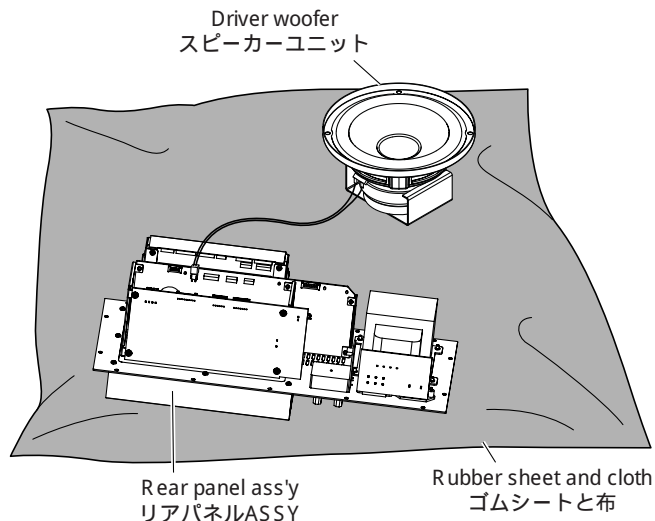

Fig. 8
- Spread the rubber sheet and cloth for insulation purpose and place the rear panel ass'y on them. (Fig. 8)
- ゴムシートと布を敷き、その上にリアパネルASSY を置いてチェックします。 (Fig. 8)